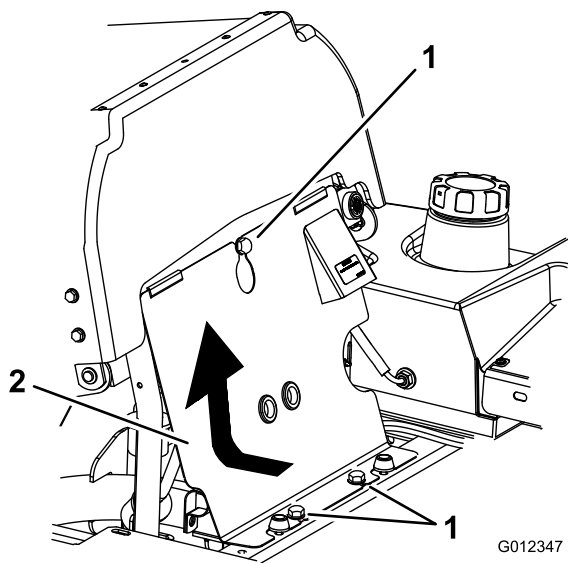

Figura 44
1. Inclinate il sedile in avanti, allentate i bulloni e togliete il pannello anteriore del motore (Figura 44).